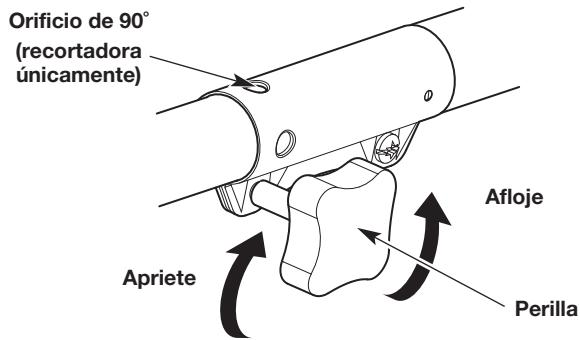

Fig. 4
- Gire la perilla en el sentido contrario a las agujas del reloj para aflojar el acoplador (Fig. 4).
- Gire la perilla en el sentido de las agujas del reloj para apretar el acoplador (Fig. 4).
NOTA: Para un reborde decorativo con un accesorio de recorte, trabe el botón de liberación en el orificio de 90° (Fig. 4).